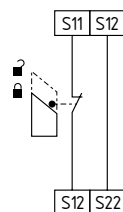

Fig.7
**Circuito de monitorização de porta de proteção de canal único com dispositivos de encravamento conforme EN ISO 14119 (ver Fig. 7)**